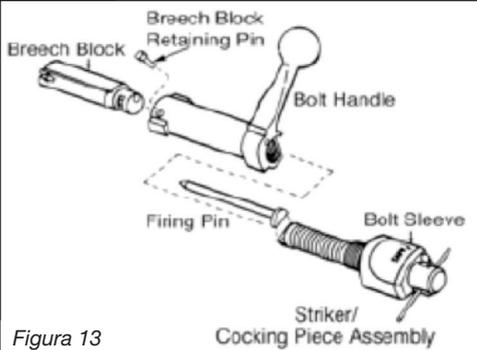

Figura 13
3. **Rimuovere l'otturatore:** per prima cosa, studiate la figura 13, qui sotto. Quindi, sollevate il manubrio dell'otturatore e premete il ritegno dell'otturatore sul lato sinistro della carcassa. Rimuovete l'otturatore dall'arma.